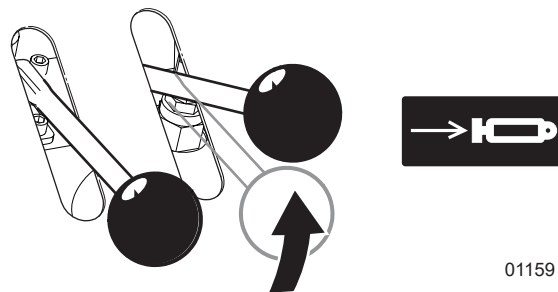

Figure 36—Le bloc de poussée rentre automatiquement
- b. Lorsque le bloc de poussée est complètement déployé, la manette de contrôle de **déploiement du vérin de la fendeuse** se déplace automatiquement vers la position neutre (hors de la soupape de détente; voir *Figure 36*).